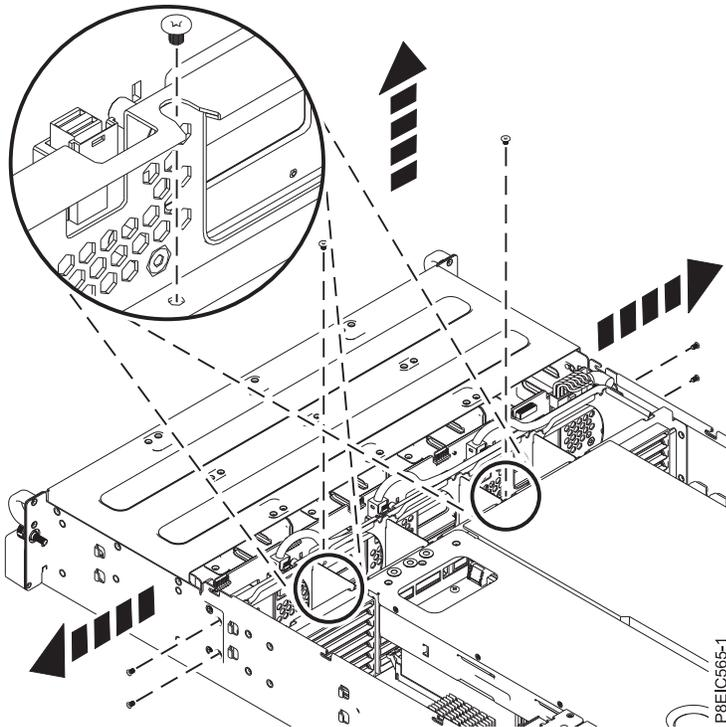

Figura 26. Quitar los tornillos de placa posterior de unidad de disco
7. Quite los dos tornillos de la parte inferior de placa posterior de unidad de disco tal como se muestra en Figura 26.
8. Quite dos o cuatro tornillos que fijan placa posterior de unidad de disco, tal como se indica en Figura 26. Los tornillos, dos o uno, que se deben quitar se encuentran muy cerca entre sí en cada lado del chasis; asegúrese de que quita los tornillos indicados.